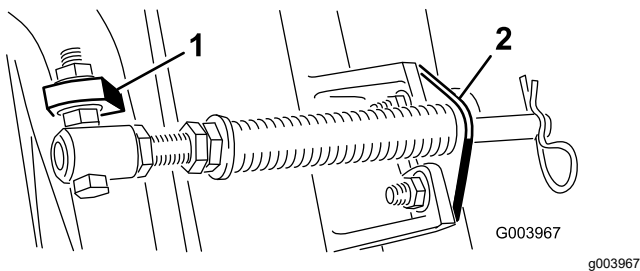
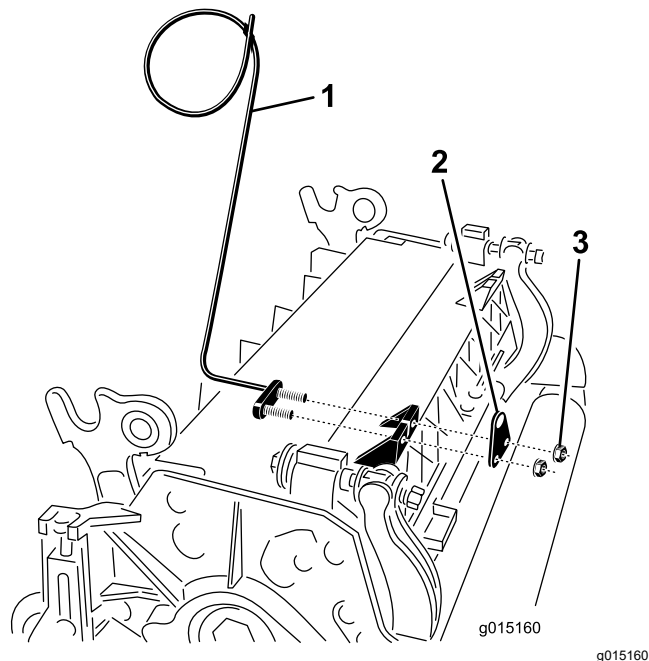

Bild 11
Bild 13
- C. Montieren Sie die Schraube des Federrohrs an der anderen Lasche am Trägerrahmen und befestigen Sie sie mit der Bundmutter. Der Schraubenkopf zeigt zur Außenseite der Lasche, siehe Bild 11.
D. Montieren Sie die Stangenhalterung mit den Schlossschrauben und Muttern an den Schneideeinheiten (Bild 11). An der Schneideinheit müssen Sie auch die linke Schlauchführung vorne an den Schneideeinheiten nasen befestigen, wenn Sie die Stangenhalterung wieder einbauen (Bild 13).